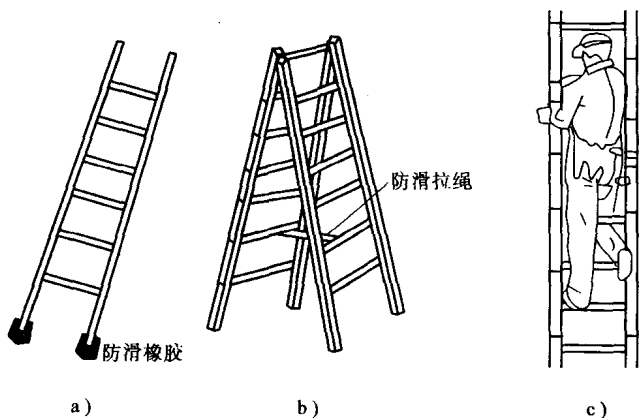

图 1-10 电工用梯
1. 梯子 常用的梯子有直梯和人字梯两种,如图 1-10 所示。前者通常用于户外登高作业,后者通常用于户内登高作业。直梯的两脚应绑扎橡胶之类的防滑材料;人字梯应在中间绑扎两道防自动滑开的安全绳。在梯上作业时,为了扩大人体的作业活动范围和保证不因用力过度而站立不稳,必须按图 1-10 所示的姿势站立。